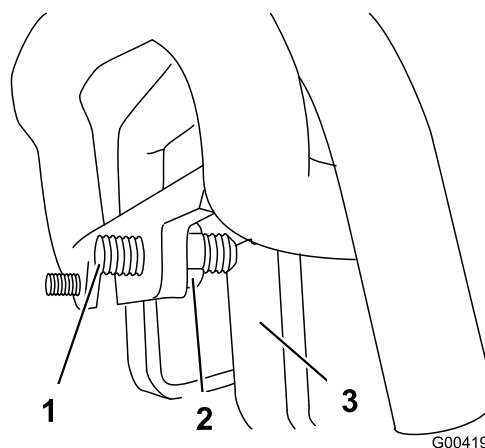

Рисунок 58
3. Если тяговый блок отклоняется **влево**, ослабьте **правую** контргайку и отрегулируйте винт настройки центрирования в передней части рычага управления тягой (Рисунок 58).
4. Если тяговый блок отклоняется **вправо**, ослабьте **левую** контргайку и отрегулируйте винт настройки центрирования в передней части рычага управления тягой (Рисунок 58).